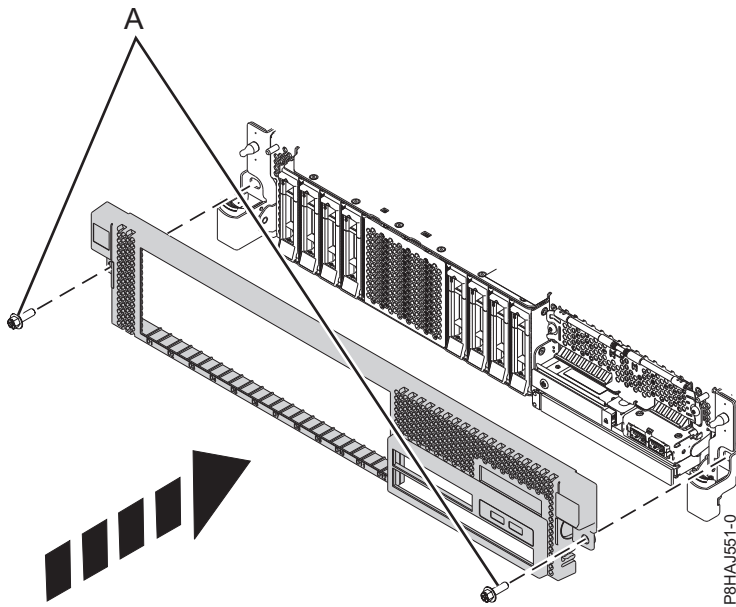

Figura 20. Instalación de la cubierta frontal
3. Cierre los pestillos de liberación empujando en la dirección que se muestra en Figura 20 en la página 42. La cubierta se insertará en su posición y dispone de una hendidura que le permite sujetarla más fácilmente.
4. Sustituya los tornillos de envío (A).